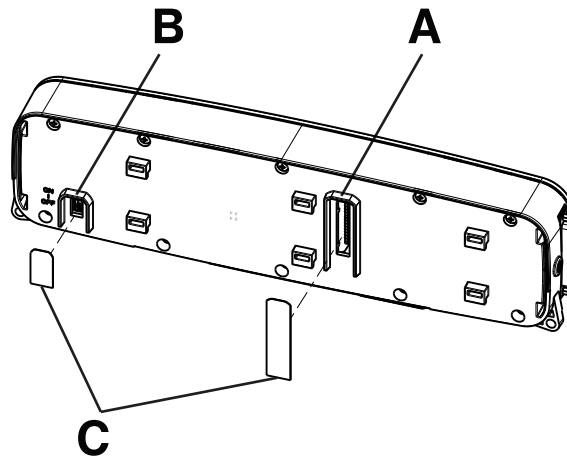

Abbildung 2 – Schalterkonfiguration
2. Mit einem geraden, spitzen Werkzeug die DIP-Schalter SB1 und SB2 (A) für Schwesternrufsystem und Schwesternruf-Kommunikationskabel passend konfigurieren (Abbildung 2).
3. Mit einem geraden, spitzen Werkzeug den Schalter **EIN/AUS** des Secure Connect (B) in die Stellung **EIN** bringen (Abbildung 2).
4. Die beiden beiliegenden IPX-Etiketten (C) über die Aussparungen für DIP-Schalter und **EIN/AUS**-Schalter an der Rückseite des Secure Connect (Abbildung 2) kleben.